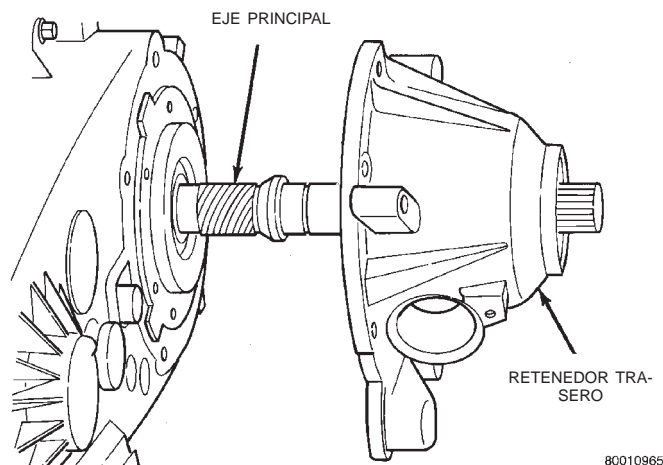
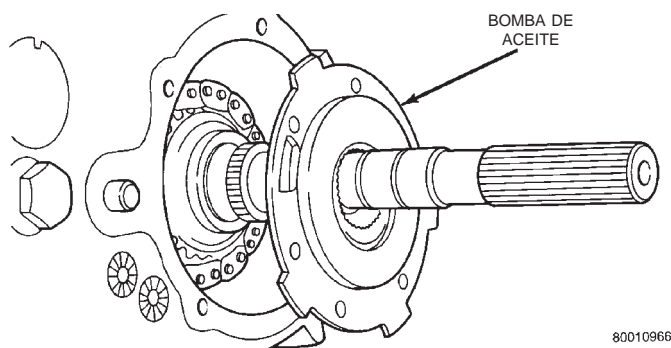

Fig. 12 Desmontaje del retenedor trasero
Fig. 13 Desmontaje de la bomba de aceite
(9) Golpee suavemente el retenedor trasero con un martillo de cuero o goma para aflojar el reborde de sellante.
(10) Retire el retenedor trasero de la mitad de la caja trasera (Fig. 12).
(11) Retire el anillo de muelle que fija la bomba de aceite en su posición en el eje transmisor.
(12) Desenganche el tubo de absorción de aceite de la bomba de aceite y retire el conjunto de la bomba de aceite. Retire la bomba de aceite inclinando el borde de la misma desde abajo del borde de la mitad de la caja trasera y desplazando la bomba (Fig. 13).